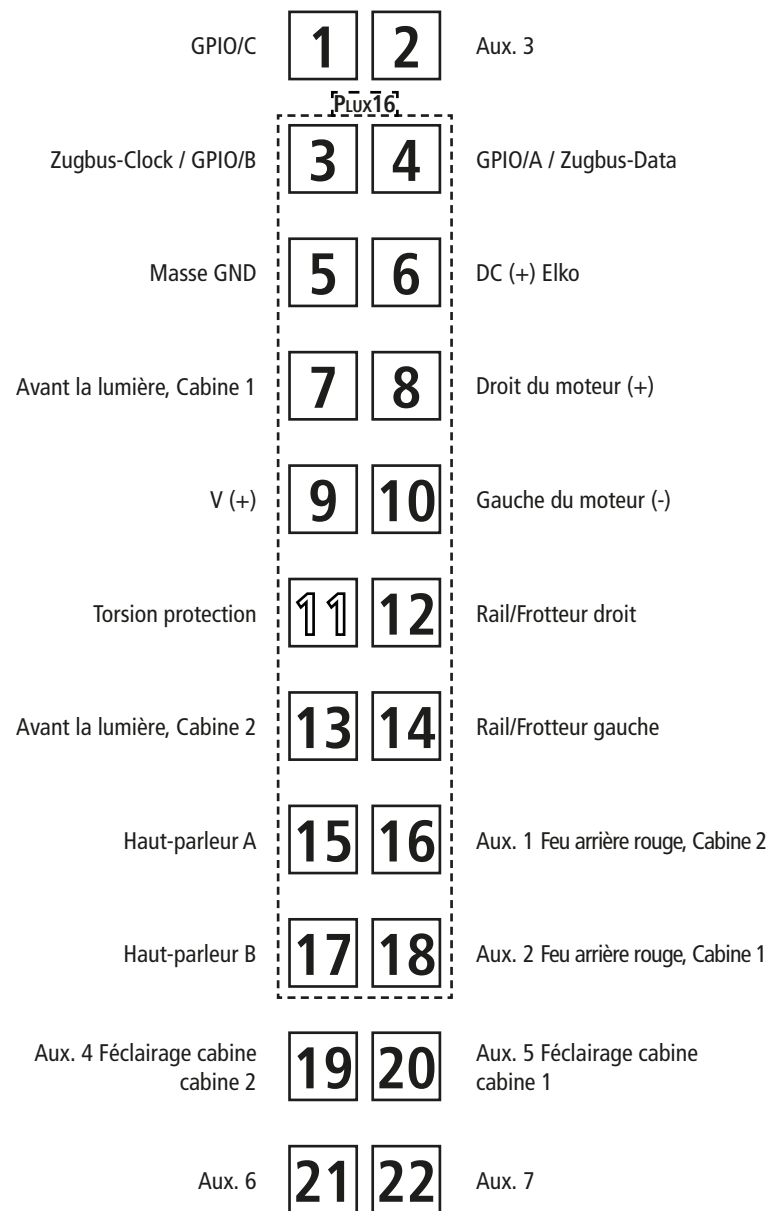

Fig. 5
2. Schmierung: Versehen Sie die im Schmierplan in Fig. 5 gekennzeichneten Stellen mit nur **kleinen Öltropfen**. Dazu zuerst das Lokgehäuse abnehmen (Fig. 3). Wir empfehlen den **ROCO Öler Art.-Nr. 10906**. Fürs Schmieren der Getriebeteile (Zahnräder, Schnecke) empfehlen wir das **ROCO-Spezialfett Art.-Nr. 10905**. Im Falle der Schmierung diese Teile **nicht ölen**.
2. Lubrication: Apply **tiny oil drops** to spots marked in fig. 5. Prior to lubrication dismantle locomotive (fig. 3). We recommend using item no. **10906, Roco oiler**. For lubrication the gearparts (e.g. cogwheels, worm) we should recommend our Roco **special grease** (item no. **10905**).
2. Graissage: N'appliquez **qu'une toute petite goutte** aux endroits indiqués par le plan de graissage (fig. 5) après avoir démonté la caisse de la locomotive (fig. 3). Nous vous recommandons **le graisseur à huile Roco réf. 10906**. Pour graisser les engrenages (roues dentées, vis sans fin) nous vous conseillons la **graisse spéciale Roco réf. 10905** pour engrenages en matières synthétiques. Lorsque vous utilisez cette graisse il faut éviter d'huiler ces composants.